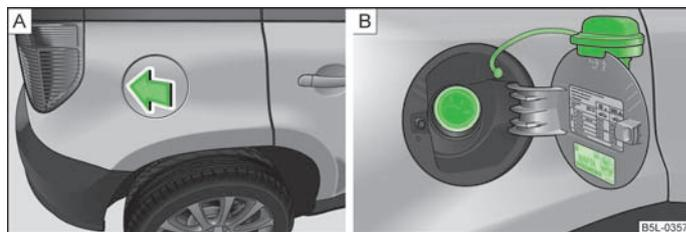

Fig. 140 Côté arrière droit du véhicule : trappe du réservoir ouverte/trappe avec bouchon dévissé
Les carburants prévus pour votre véhicule, la taille des pneus et la pression de gonflage sont indiqués sur la face intérieure de la trappe à carburant » fig. 140 - [B].
- Appuyez au centre de la zone gauche de la trappe du réservoir » fig. 140 - [A].
- Dévissez le bouchon du réservoir en le faisant tourner vers la gauche et fixez-le en haut de la trappe du réservoir » fig. 140 - [B].